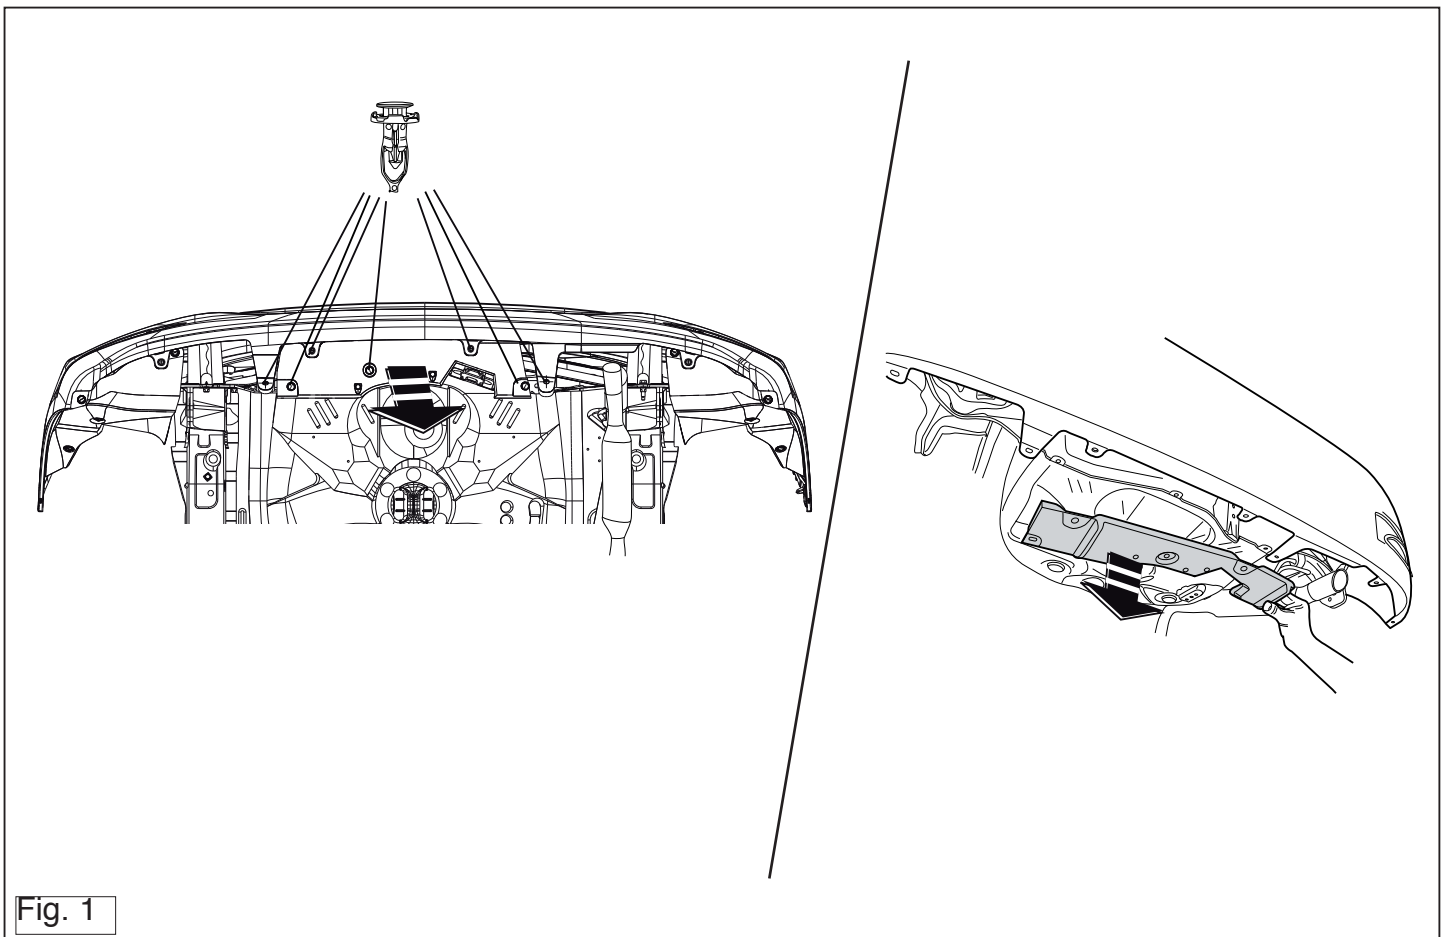

Fig. 1
1. Remove the part indicated. See figure 1.
1. Den angegebenen Teil abmontieren. Siehe Abbildung 1.
1. Démontez la partie indiquée. Voir la figure 1.